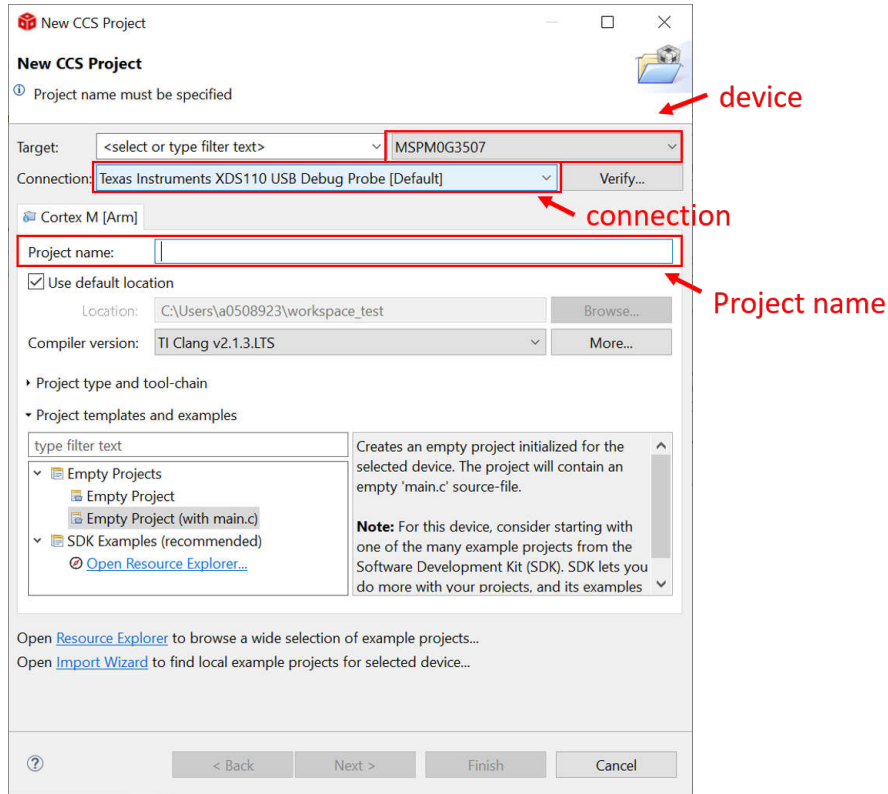

图 2-19. 在 CCS 中创建新工程
2. 如果要创建新工程，请转到 **file--> new-->CCS project**。有两项重要的设置需要完成。首先是选择 **MSPM0** 器件，其次是选择连接，如图 2-19 所示。然后，添加工程名称并按下完成按钮后即可创建程序。TI 建议查找 **MSPM0 SDK 示例**，该示例介绍了如何使用节 2.2.4 中的 **CCS**。